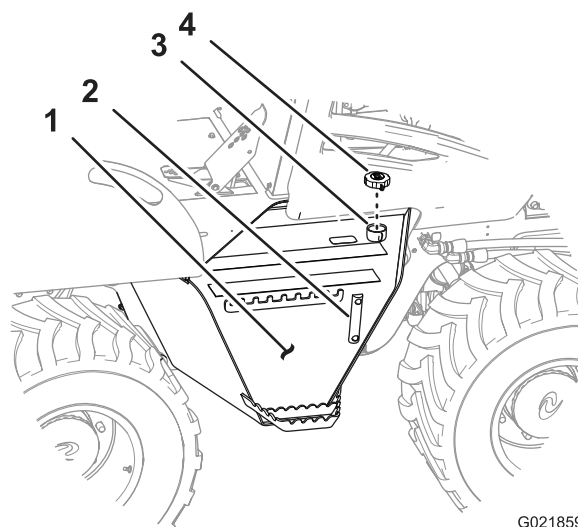

Figure 91
3. Enlevez le bouchon de remplissage/reniflard par le tube de remplissage (Figure 91).